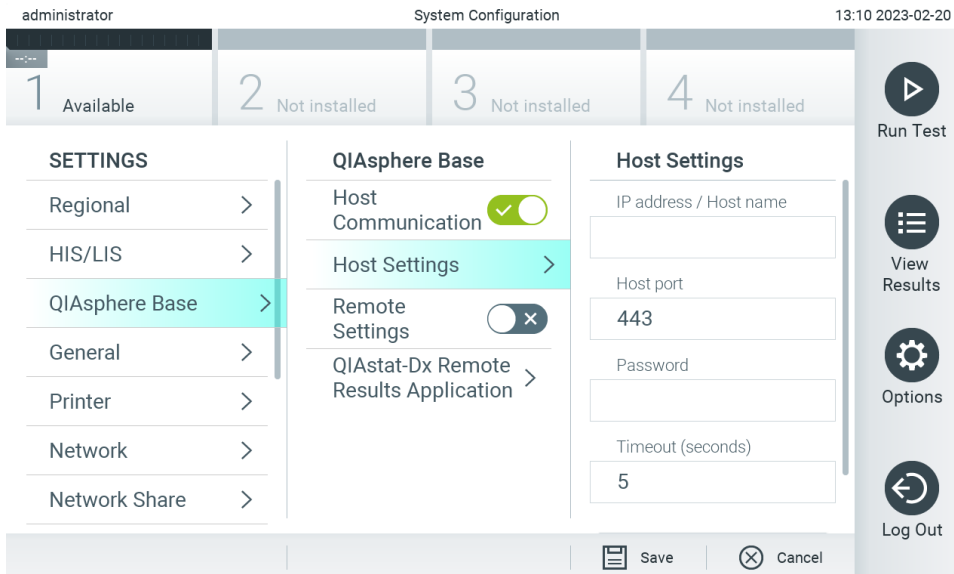

Abbildung 65. Konfigurieren der Verbindung mit der QIASphere Base.
4. Wählen Sie aus der Liste in der linken Spalte QIASphere Base aus (Abbildung 65).